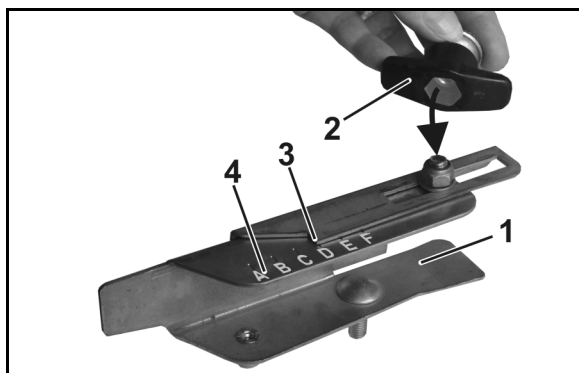

Fig. 79
3. Løsn forskruingen på skovlens udvendige del (Fig. 79/1) med den indvendige sekskant på vingemøtrikken (Fig. 79/2).
4. Indstil aflæsningskanten (Fig. 79/3) på bogstaverne på skalaen (Fig. 79/4) iht. spredetabellen, og spænd forskruingen igen.